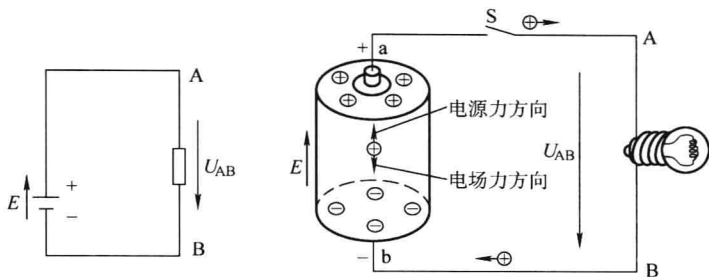

图 1-3 电动势的方向
2. 方向 从负极指向正极或从低电位指向高电位 (与电压方向相反), 如图 1-3 所示。